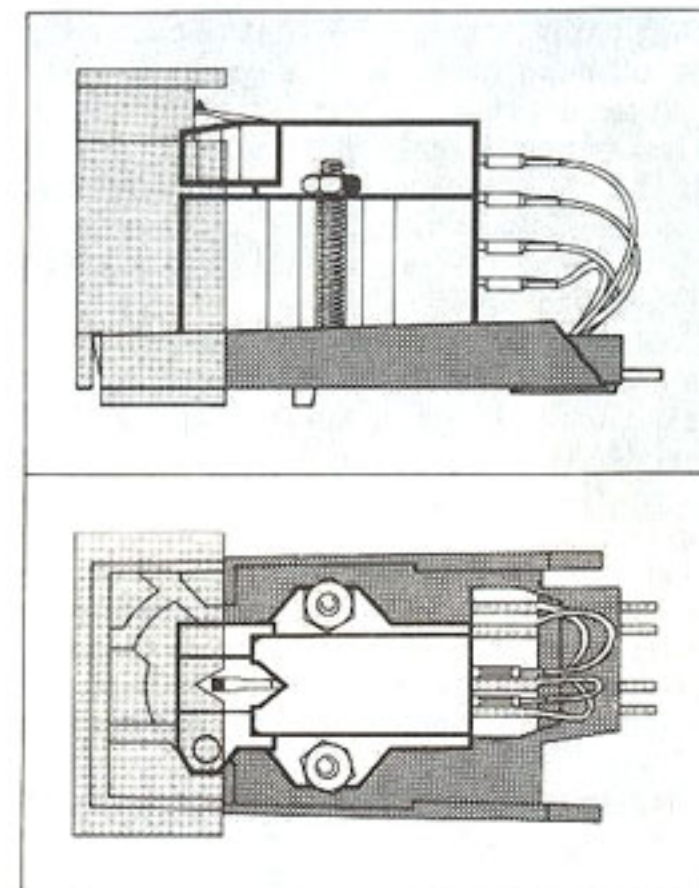

Fig. 13
1. Den Systemträger (5) können Sie vom Tonarm lösen, indem Sie den Tonarmgriff (4) nach hinten drücken. Halten Sie dabei den Systemträger fest, da er nach Öffnen der Verriegelung herunterfällt.
2. Befestigen Sie das Tonabnehmersystem unter Verwendung des dem Tonabnehmersystem beigelegten Zubehörs auf dem Systemträger. Zu beachten ist, daß sich die Abtastnadelspitze – von oben betrachtet – mit der V-förmigen Aussparung der Systemlehre deckt (Fig. 13).
1. Vous pouvez retirer le porte-cellule (5) du bras en repoussant la poignée (4) du bras vers l'arrière. Maintenez en même temps le porte-cellule qui tombe après ouverture du verrouillage.
2. Fixez la cellule sur le porte-cellule en utilisant les accessoires joints à la cellule. Vérifiez que la pointe de lecture – vue de haut – se superpose à l'encoche en forme de V du gabarit de la cellule (Fig. 13).
1. Detach the cartridge holder (5) from the tonearm by pressing the tonearm lift (4) backward, while holding the cartridge holder with your hand to prevent its falling down when the lock is released.
2. Using the hardware provided, mount the cartridge on the cartridge holder. Make sure that the V-shaped recess of the stylus tip – as seen from above – covers the cartridge gauge (Fig. 13).